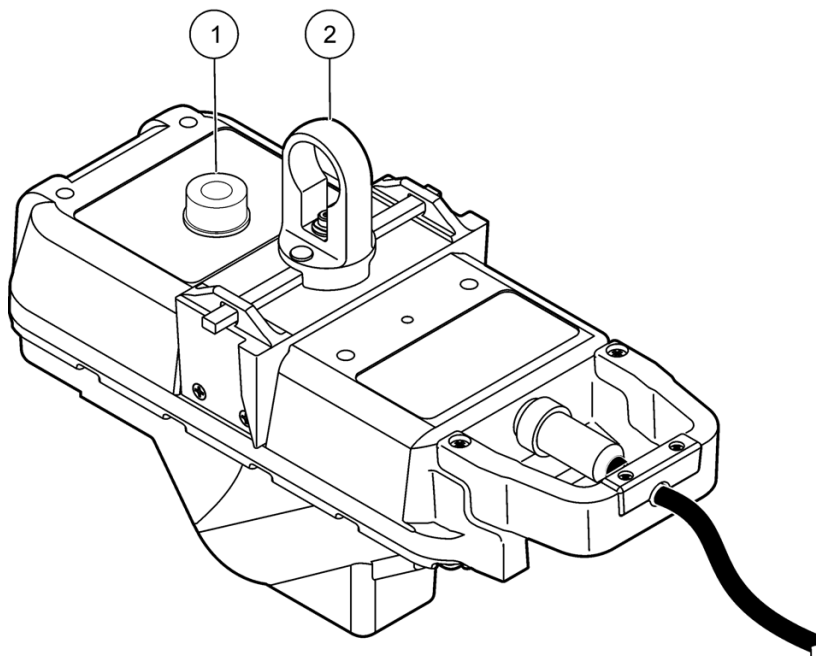

Figura 10 Alineamiento horizontal
El sensor entra en el chasis en una sola dirección y queda encajado cuando se gira el asa del sensor (Figura 10). El sensor se puede extraer del chasis e instalarse sin tener que entrar en el pozo de registro utilizando la poste de recuperación opcional (consulte Accesorios en la página 35).
4. Gire el asa para que el sensor quede fijado en el chasis (Figura 10).
1. Retire la película de papel del nivel de burbuja y pegue el nivel sobre el sensor (Figura 10 en la página 18).